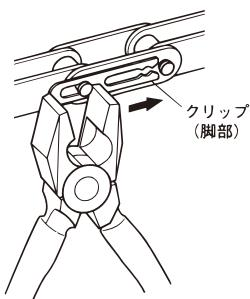

図19.クリップをペンチで止める
- 2) クリップの脚部を抜け過ぎると、正しく挿入できず脱落して思わぬ事故となりますので、注意を払ってください（図19・20）。